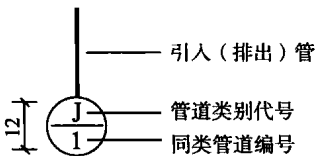

图 1-7 给水引入（排水排出）管编号表示法
(1) 当建筑物的给水引入管或排水排出管的数量超过1根时,应进行编号,编号应按图 1-7 的方法表示。